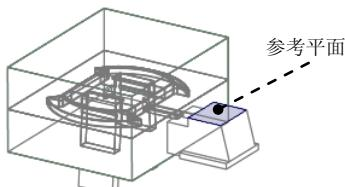
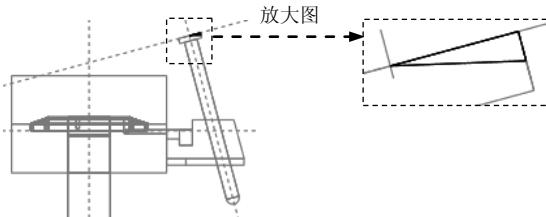

图 27.51 定义参考平面
图 27.52 截面草图
Step5. 创建实体切削特征。单击 **模具** 功能选项卡 **形状** ▾ 区域中的  **拉伸** 按钮，此时系统弹出“拉伸”操控板；在操控板界面中按下  按钮；右击，从快捷菜单中选择 **定义内部草绘...** 命令。选择 MOLD_FRONT 基准平面为草绘平面，草绘平面的参考平面为图 27.51 所示的滑块表面，方位为 **上**，单击 **草绘** 按钮，进入草绘环境；进入截面草绘环境后，利用“投影”命令绘制图 27.52 所示的截面草图，完成特征截面的绘制后，单击“草绘”操控板中的“确定”按钮 ；在操控板中选取深度类型 （即“穿透所有”），在操控板中单击 **选项** 按钮，在“选项”界面中选“第 2 侧”深度类型  **穿透**；在“拉伸”操控板中单击  按钮，完成特征的创建。